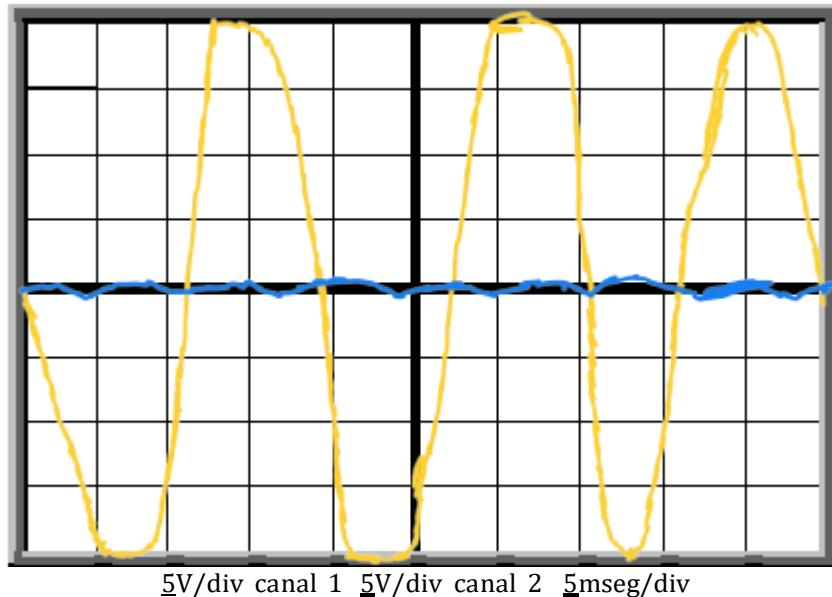

Fig. 1.16. Gráfica de la señal del voltaje de entrada del rectificador de onda completa tipo puente.
- b) Mediante el osciloscopio, medir el voltaje de entrada ( $V_1$ ) colocando el canal 1 entre los nodos 1 y 2, el canal debe de estar en modo CD y graficar la señal que se obtiene a la entrada del rectificador en la Fig. 1.16. De la señal del canal 1 medir el voltaje pico ( $V_p$ ) de la entrada del rectificador, registrar el valor obtenido en la Tabla 1.10.